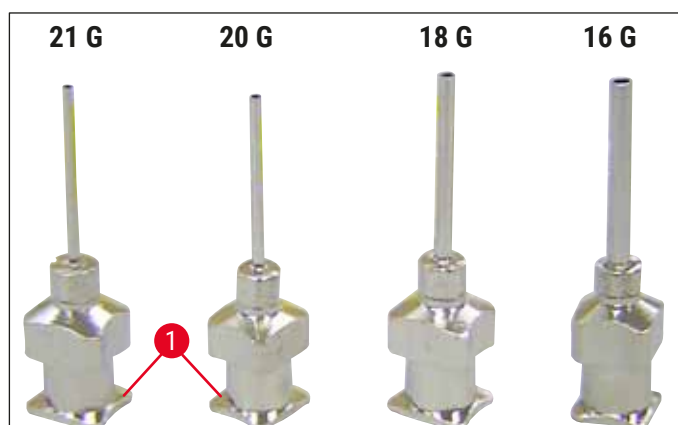

Fig. 14
- Selectați acul dispenser din pachetul de livrare, care trebuie utilizat pentru aplicarea lamelelor de acoperire aplicare a lamelelor (→ Fig. 14).